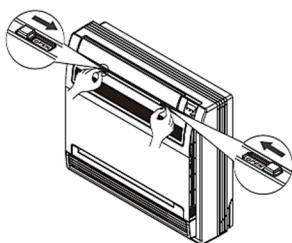

Fig.F1
1. Ouvrez le panneau avant (reportez-vous à la Fig.F1)